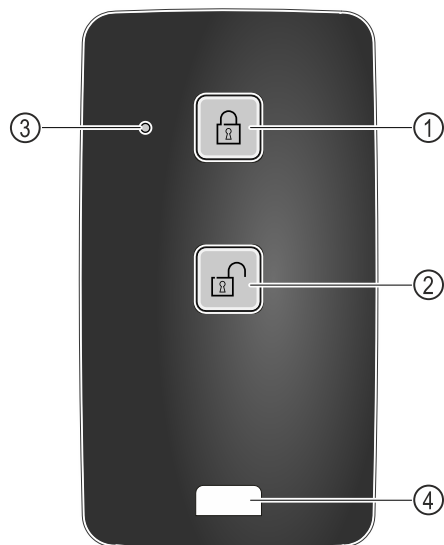

Fig. 219
- ▶ 按下遥控器上的按键 Fig. 219 (1)。
- ▶ 按下遥控器上的按键 Fig. 219 (2)。
- ▶ 状态 LED Fig. 219 (3) 在按下按键时给出视觉反馈。
- ▶ 孔眼 Fig. 219 (4) 用于固定遥控器，例如固定在钥匙串上。